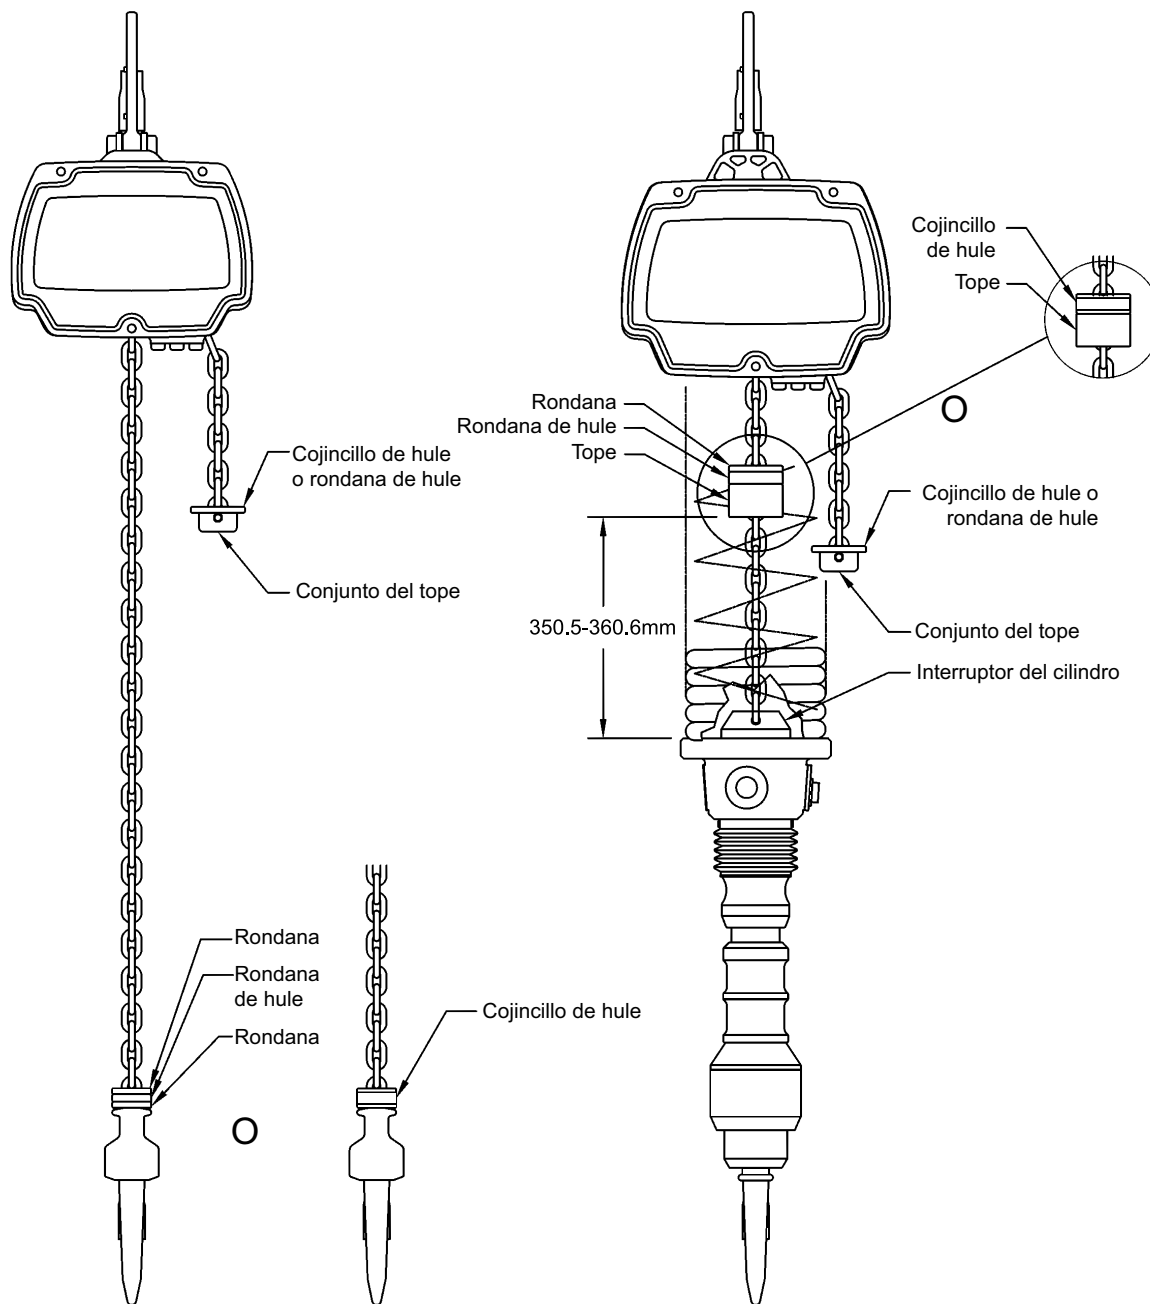

Figura 3-2 Configuración de los componentes de la cadena para polipastos/tecle de cadena con interruptor de límite superior solamente.
- 3.2.1 La cantidad y ubicación de los componentes de la cadena, incluyendo los cojincillos de hule, rondanas y conjuntos del tope, dependen del modelo del polipasto/tecle de cadena y de su capacidad. Nunca opere el polipasto/tecle de cadena con componentes incorrectos, faltantes o dañados. Consulte la placa de identificación del polipasto/tecle de cadena, la Tabla 3-2 y la Figura 3-2, además asegúrese de que todos los componentes de la cadena estén en la ubicación correcta y estén adecuadamente instalados.